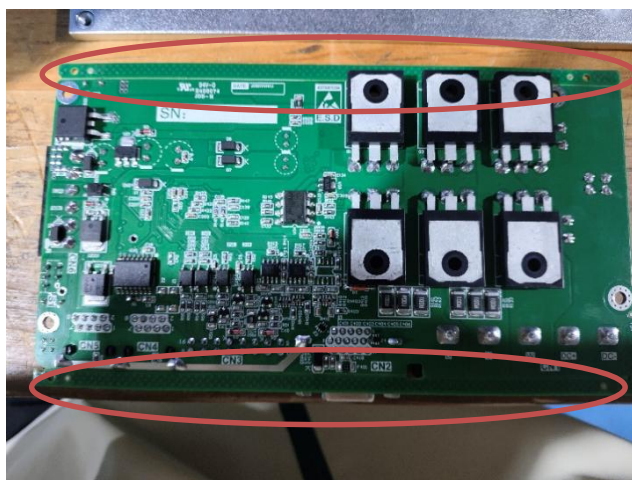

图 2
2) 将图 2 所示的红圈圈住的 PCBA 边缘的两处连接料剪下，注意不能剪到 PCBA 主体部分，在剪下之后将边缘毛刺刮下；